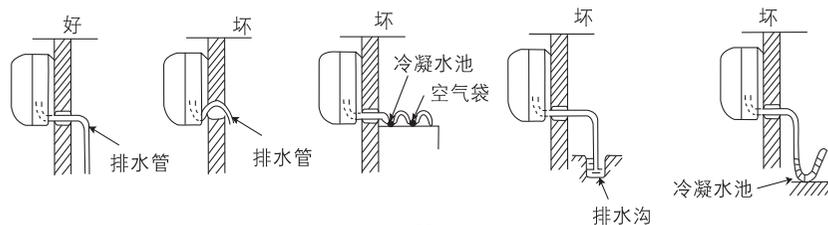

图32
- (1) 用附件⑮排水管与室内机组的出水管连接起来。
- (2) 如要使冷凝水流得舒畅, 排水管应倾斜少许, 如图32所示。